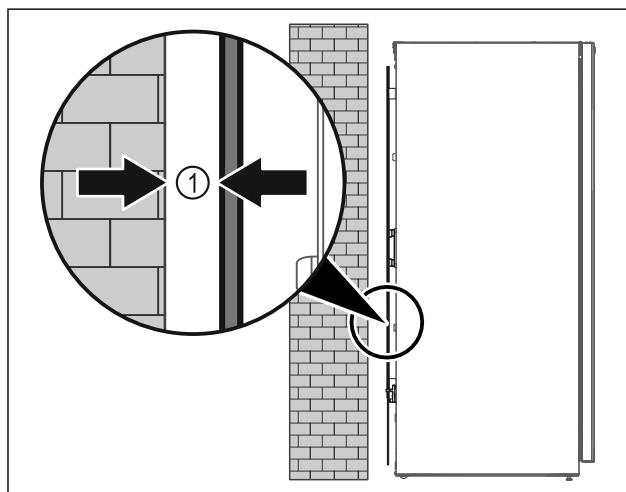

Fig. 6
- ▶ Uzstādiet ierīci vai nu kā brīvstāvošu ierīci, vai tieši pie sienas 5 mm Fig. 6 (1) minimālā atstatumā no tās.